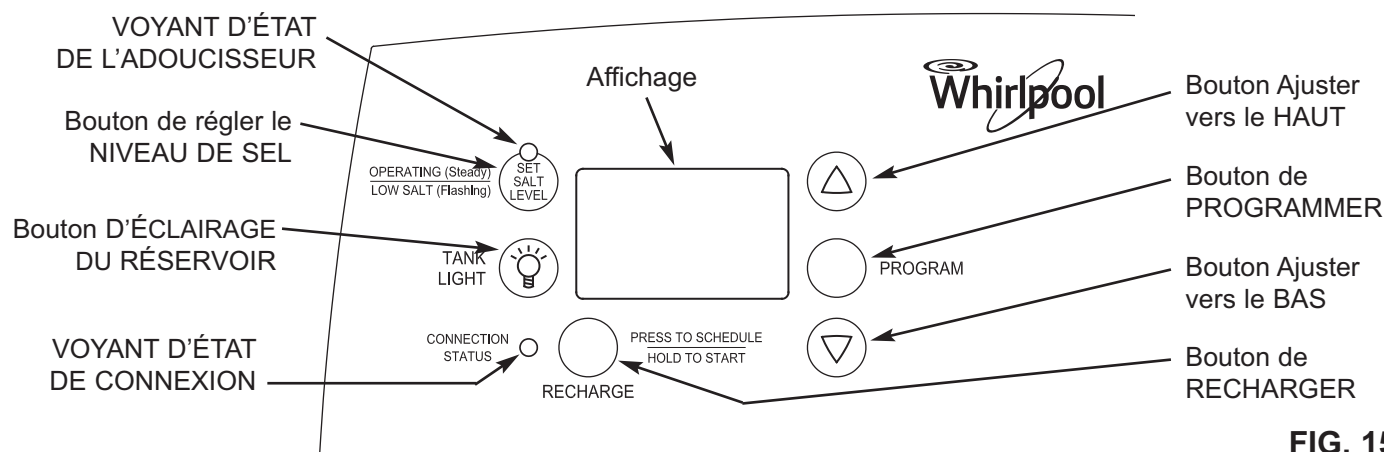

FIG. 15
1. Assurez-vous que le voyant d'état de connexion vert du panneau de commande (voir fig. 15) clignote deux fois, à plusieurs reprises. Dans le cas contraire, suivez les directives de la rubrique « Retour au mode AP » de la page 21.